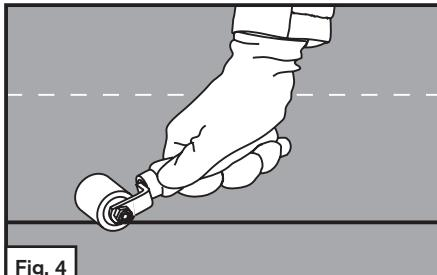

Fig. 4
**Paso 9.** Aplane los empalmes laterales y longitudinales firmemente con un rodillo manual para garantizar una adhesión completa. Ver la Fig. 4